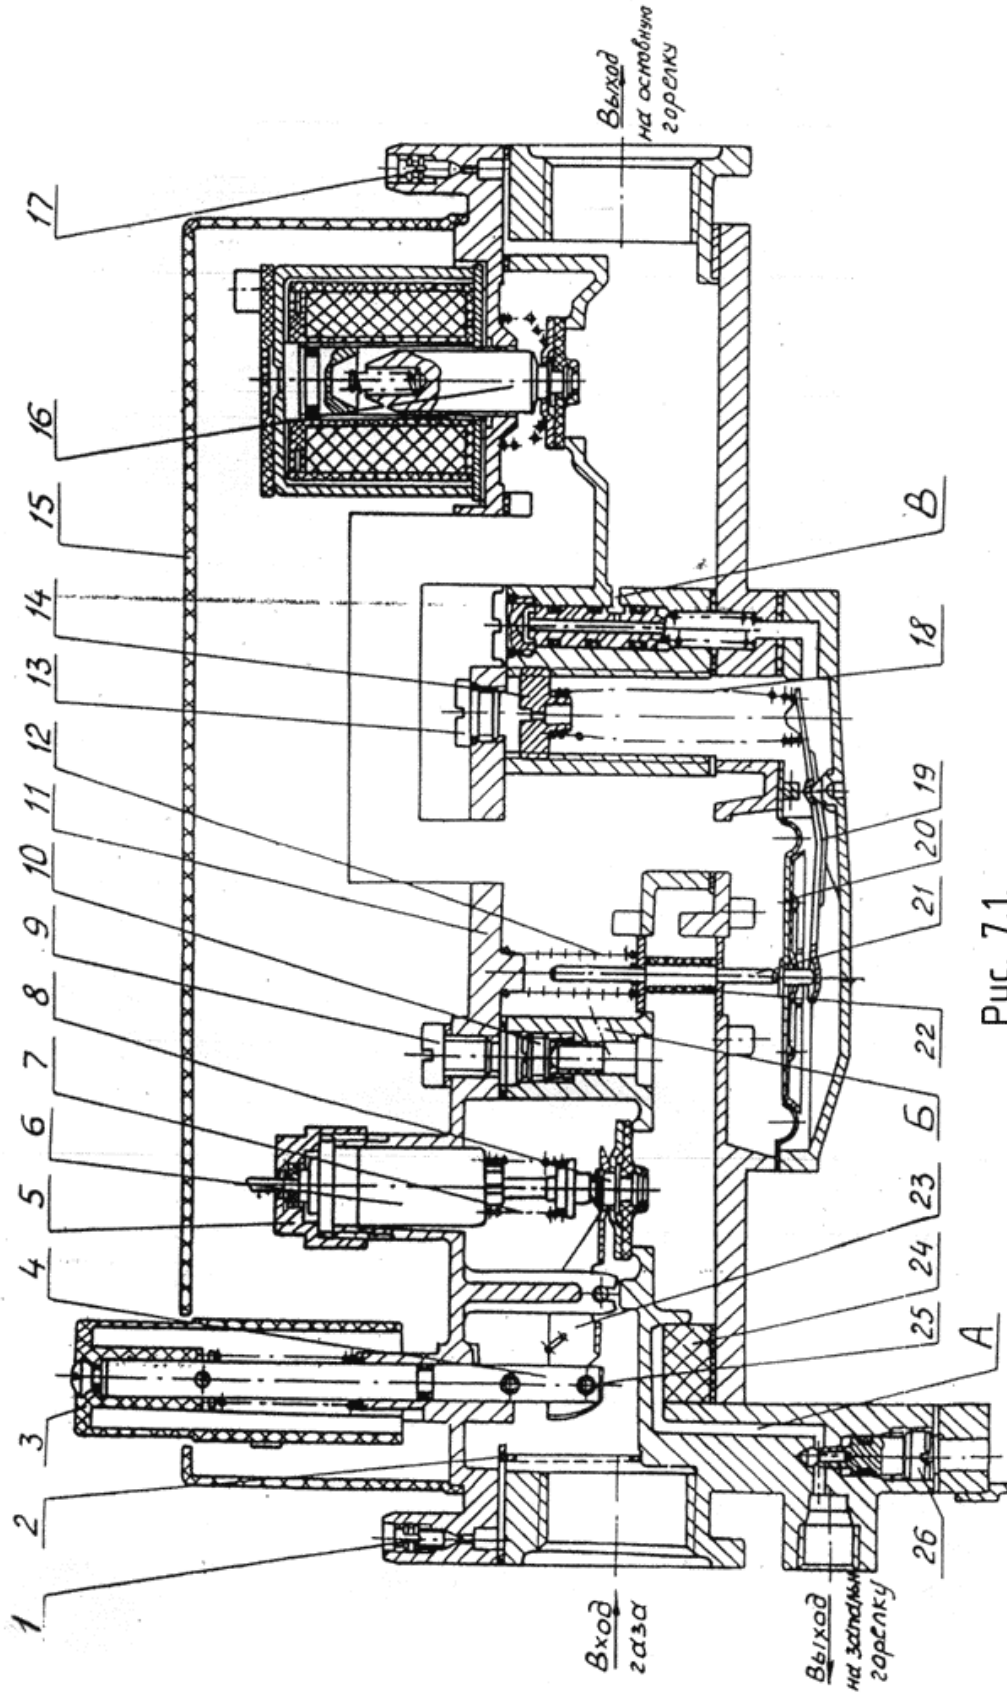

Рис. 7.1.
7.1. На рис. 7.1 изображено устройство блока клапанов автоматики.
- вывернуть заглушки поз.1 и 17 рис. 7.1 и надеть на эти места трубки от мановакуумметров;
- при недостаточной высоте пламени отрегулировать расход газа на запальную горелку регулировочным винтом поз. 26 рис. 7.1;
- а) отвернуть заглушку поз. 13 рис. 7.1.;
- б) установить необходимый расход газа винтом поз. 14 рис. 7.1.